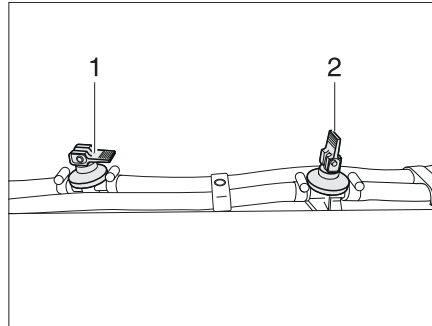

Fig. 343 Rubinetto di scarico
- Aprire tutti i rubinetti di scarico. A questo scopo posizionare verticalmente la leva a bilanciere (in Fig. 343,2).